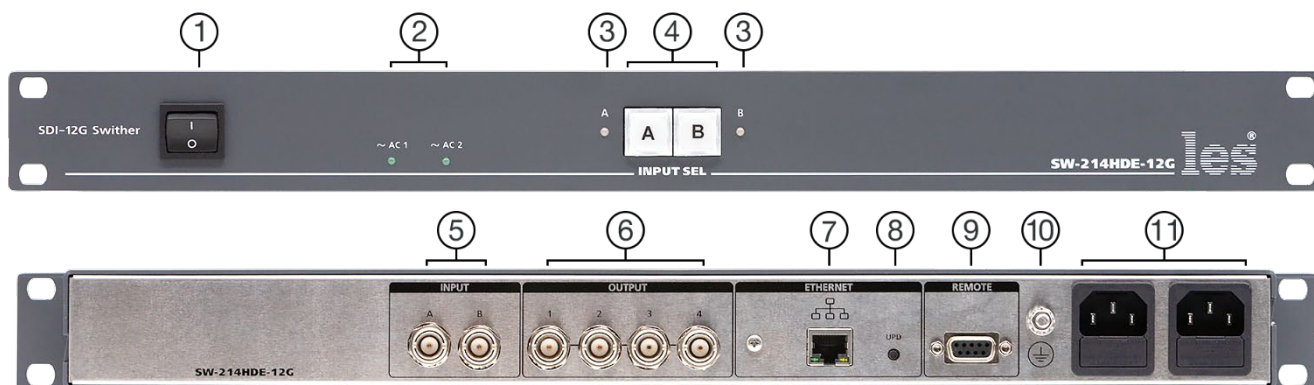

Рисунок 1
2. Подключите клемму заземления, расположенную на задней стенке, к общей шине заземления (рисунок 1, позиция 9).
5. Подключите шнуры питания к разъёмам IEC C14 (рисунок 1, позиция 11). Обратите внимание на то, что третий провод сетевого шнура используется для заземления корпуса (защитное заземление), которое рекомендуется делать единым для всего комплекса аппаратуры.
Земли входных и выходных разъёмов соединены вместе, присоединены к контакту РЕ блоков питания, корпусу прибора и клемме заземления (рисунок 1, позиция 10).